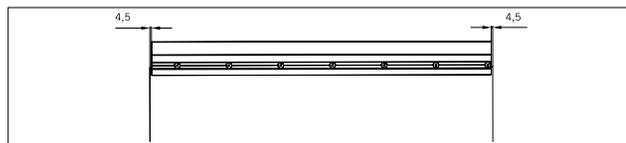

Abb. 9 Türschiene ausrichten
5. Aufgeschobene Türschiene mittig ausrichten, sodass auf beiden Seiten ein Abstand von 4,5 mm zur Glaskante entsteht (Abb. 9).